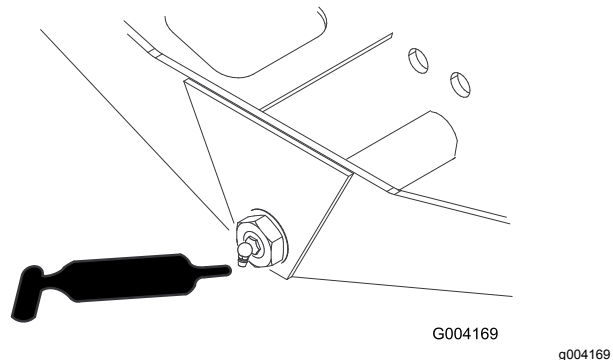

Figura 68
- Perno sterzante del ponte (1) (Figura 68)